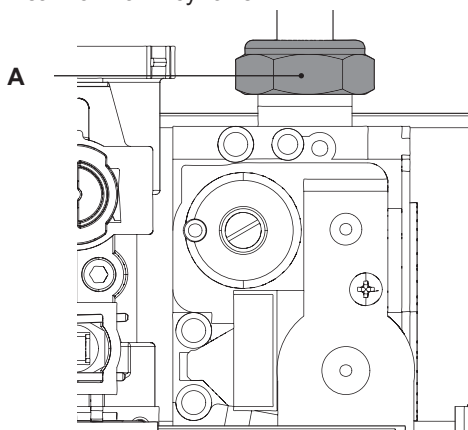

Рисунок 8.1
- Открутите колесо **A** газовой трубы, указанной на Рисунок 8.1.
внимательно следя за тем, чтобы не повредить прокладку OR газовой трубы при введении трубы в диафрагму, и проверьте герметичность после затяжки колеса газовой трубы (Рисунок 8.1).